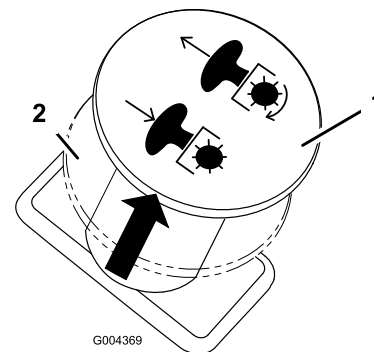

Figure 14
3. Tirez sur la commande des lames pour engager les lames (Figure 14).
Poussez la commandes de lames en position Désengagée pour désengager les lames (Figure 14).